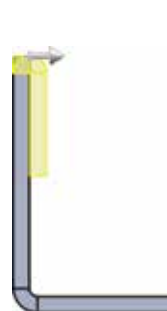

图 5.62 闭合类型
-  (闭合) 单选项: 用于控制褶边的内壁与附着边所在的面之间几乎重合 (仅有 0.1 的间距), 此间隙不可调整, 效果如图 5.62 所示。